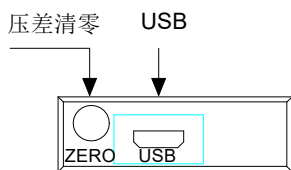
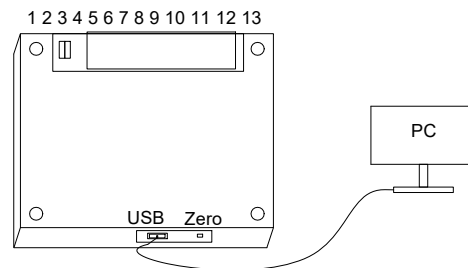
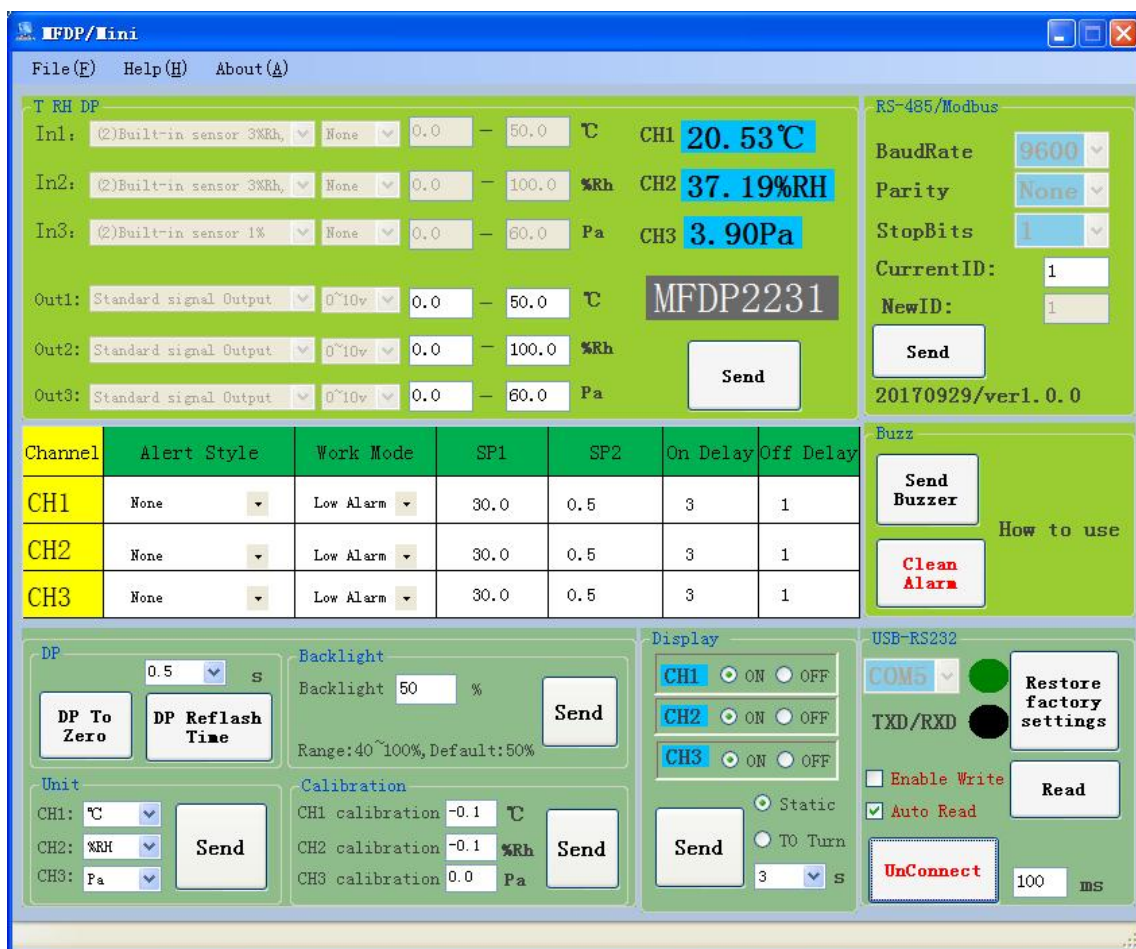

图 4
图 6
图 7
1. 压差清零按键用于对内置压差传感器进行清零操作，如图 4。操作前应保持“+”，“-”端连接，并长按 3 秒完成一次清零操作。
3. 通过电脑软件可以进行各类参数设置。上位机通过 USB 与本设备连接，如图 4 和图 6。软件运行界面如图 7，点击“Help”可以查看帮助文档。电脑端软件可通过公司官网下载，官网：[www.teren.com.cn](http://www.teren.com.cn)，路径：资源下载→工具与软件。